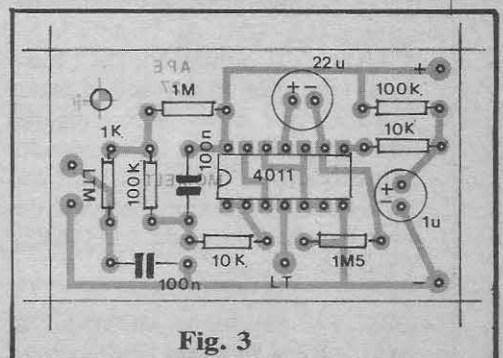

Fig. 3
- **FIG. 3** - Diagrama da montagem, em "vista real" dos componentes sobre a plaquinha ("chapeado"). O lado não cobreado do Circuito Impresso mostra as peças principais, todas devidamente posicionadas (atenção à orientação da marquilha do Integrado, polaridade dos capacitores eletrolíticos e valores - quanto às posições dos demais componentes...).